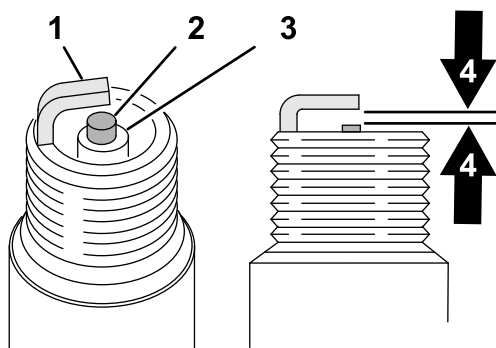

Bild 39
4. Stellen Sie den Luftspalt (Bild 39) zwischen der Mittelelektrode und der Seitenelektrode auf 0,76 mm ein.